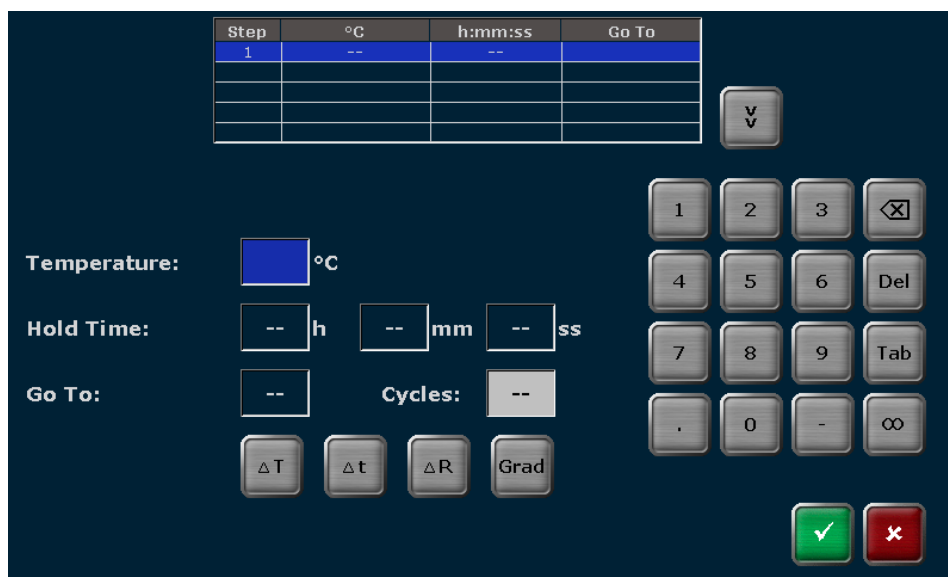
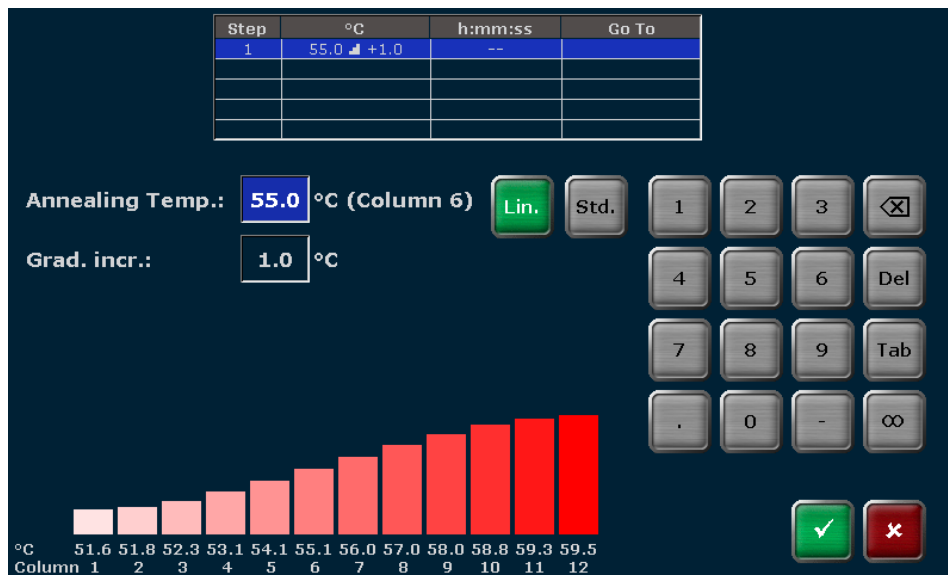

Fig. 21 Biometra TOne Écran de modification d'une étape du programme
Fig. 23 Biometra TOne, Écran Linear Gradient Tool
pour passer d'une étape de programme à l'autre. L'étape activée est surlignée en bleu dans le tableau au-dessus des champs de saisie (voir Fig. 21).
Pour programmer une boucle, sélectionner la **dernière étape** de la boucle et entrer dans le champ de saisie **Goto** le numéro de l'étape à laquelle le programme doit revenir (voir Fig. 21). Le nombre de répétitions est défini en saisissant un nombre correspondant dans le champ **Cycles** (voir Fig. 21).
(voir Fig. 21) et entrez une valeur entre +20°C et -20°C dans le champ de saisie correspondant.
(voir Fig. 21) et entrez une valeur entre 0 s et 240 s dans le champ de saisie correspondant.
(voir Fig. 21) et entrer une valeur entre 0,1°C et max. en dixièmes de degrés Celsius.
(voir Fig. 21). Il y a deux façons de programmer un gradient. Pour passer d'une option à l'autre, appuyez sur la touche correspondante sur l'écran de programmation du gradient Biometra TOne (voir Fig. 23) :
Pour programmer un gradient à l'aide de l'outil gradient linéaire, entrer la température de recuit souhaitée (**temp. recuit**) et définir un incrément de température (**incr. temp.**) entre les colonnes du bloc d'échantillon. Les températures effectives de toutes les autres colonnes sont automatiquement calculées et affichées sous forme de graphique à barres (voir Fig. 23).
**Remarque** : La température de recuit est entrée pour une colonne spécifique du bloc échantillon. Par exemple, la température de recuit dans un bloc d'échantillonnage de 96 puits correspond à la température de la colonne 6. Le numéro de colonne est indiqué entre parenthèses à côté du champ de saisie correspondante (voir Fig. 23). Si un incrément positif est entré, la température est la plus basse dans la colonne 1 (côté gauche du bloc échantillon) et la plus haute dans la colonne 12 (côté droit du bloc échantillon). Utiliser le signe moins pour entrer un incrément négatif. Si une valeur négative est utilisée, la température est la plus élevée dans la colonne 1 (côté gauche du bloc d'échantillon) et la plus basse dans la colonne 12 (côté droit du bloc d'échantillon).